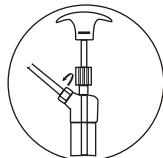

Figure 2
- Assemblez le bec d'évacuation sur la tête de pompe (figure 2), utilisant l'écrou fileté adapté sur le bec. Serrez la connexion avec la main.